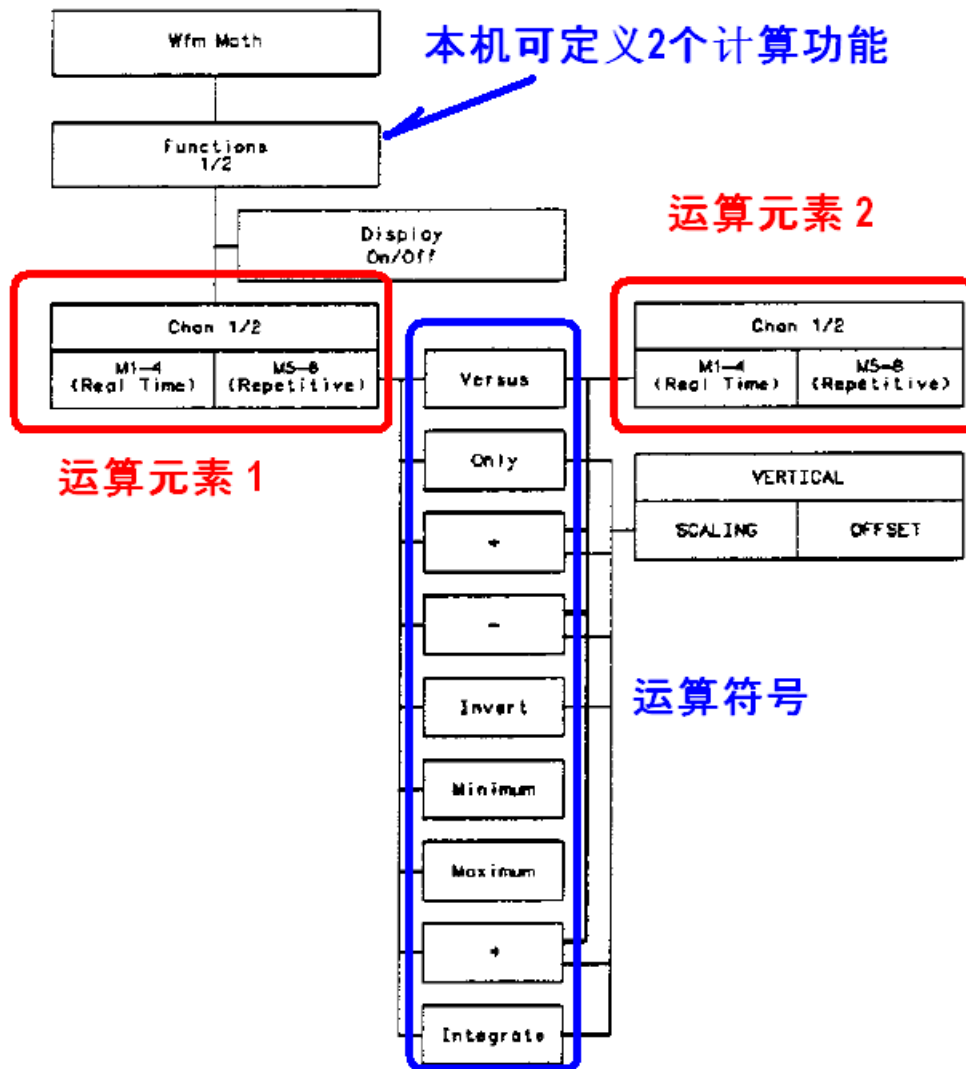

图 26. Wfm Math 曲线运算菜单
(Function 1 或 Function 2) (图 26)
- 3) 定义本功能的运算元素 1, 运算元素 2 和运算符号 (图 26)
- 4) 别忘了选择 Display On (图 26), 让运算的结果曲线显示出来.